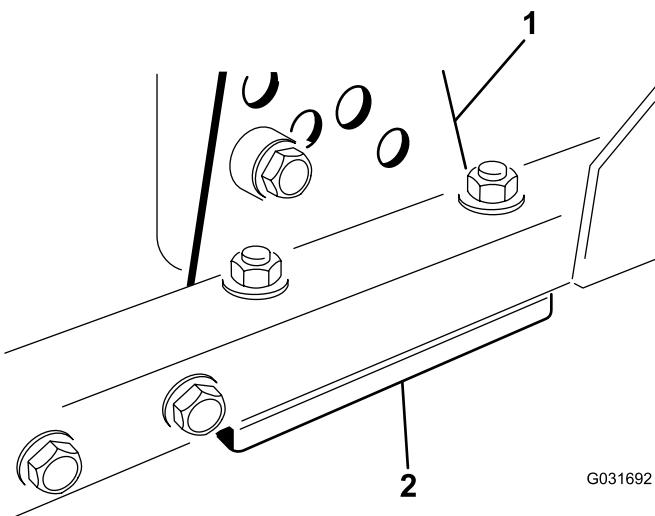

Bild 62
1. Entfernen Sie die Schnithöhen-Einstellhalterung (vorne, links oder rechts) vom Mähwerkrahmen (Bild 62).
2. Führen Sie 1,5-mm- und/oder 0,7-mm-Beilagscheiben zwischen dem Mähwerkrahmen und der Halterung ein, um die gewünschte Schnitthöhe zu erhalten (Bild 62).